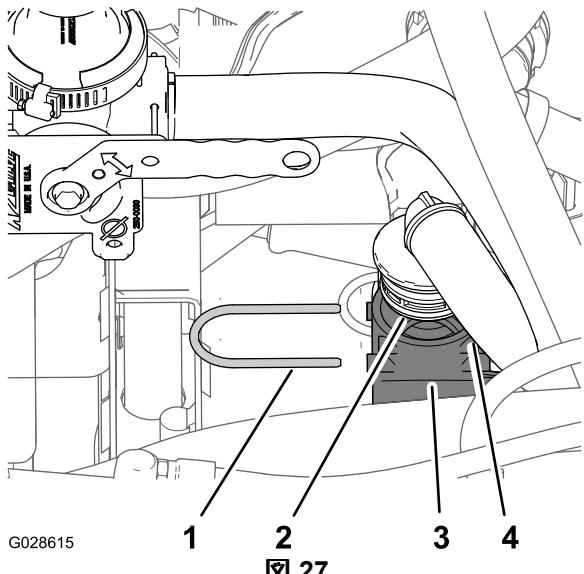

図 27
- エダクタのバイパスホースのバーブ付き90°フィッティングを、下側T字フィッティング 図 27 これはステップ 2 エダクタバルブの取
2. リテナ 図 27 これは 2 エダクタバルブの取りつけ準備を行う(ページ 11)で取り外したものを使って、90° フィッティングを下側T字フィッティングに固定する。